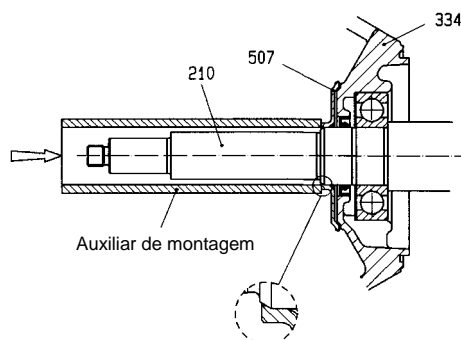

Figura 14
- Ao aparafusar o suporte da chumaceira (330) à lanterna do suporte da chumaceira (344) e a lanterna do suporte da chumaceira (344) ao corpo helicoidal (102V), certifique-se de que os parafusos, vistos na direcção do perímetro, fiquem correctamente centrados nos orifícios de passagem. Caso contrário o suporte da chumaceira (330) fica diagonalmente posicionado em relação ao corpo helicoidal (102V), o que prejudica a regulação exacta do nível de óleo.
- Empurre o deflector de óleo (507) ao longo do veio (210) até ficar axialmente encostado ao colar do veio. Entre o deflector de óleo (507) e a lanterna do suporte da chumaceira (344) tem de ficar uma folga de, pelo menos, 0,7 mm.
- Eventualmente, pode utilizar um tubo como auxiliar de montagem (vide a figura 14).